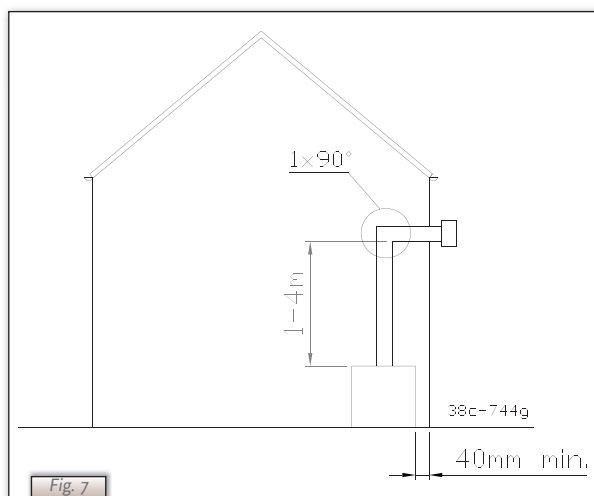

Fig. 7
2) minimo 1 metro e massimo 4 metri di lunghezza verticale dei tubi in combinazione con una curva da 90° ed un condotto a parete (quindi niente parte orizzontale; vedi Fig. 7).